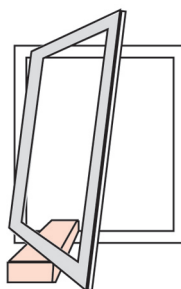

рис. 5
1.3.4. Не вставляйте между рамой и створкой посторонние предметы (рис. 5).